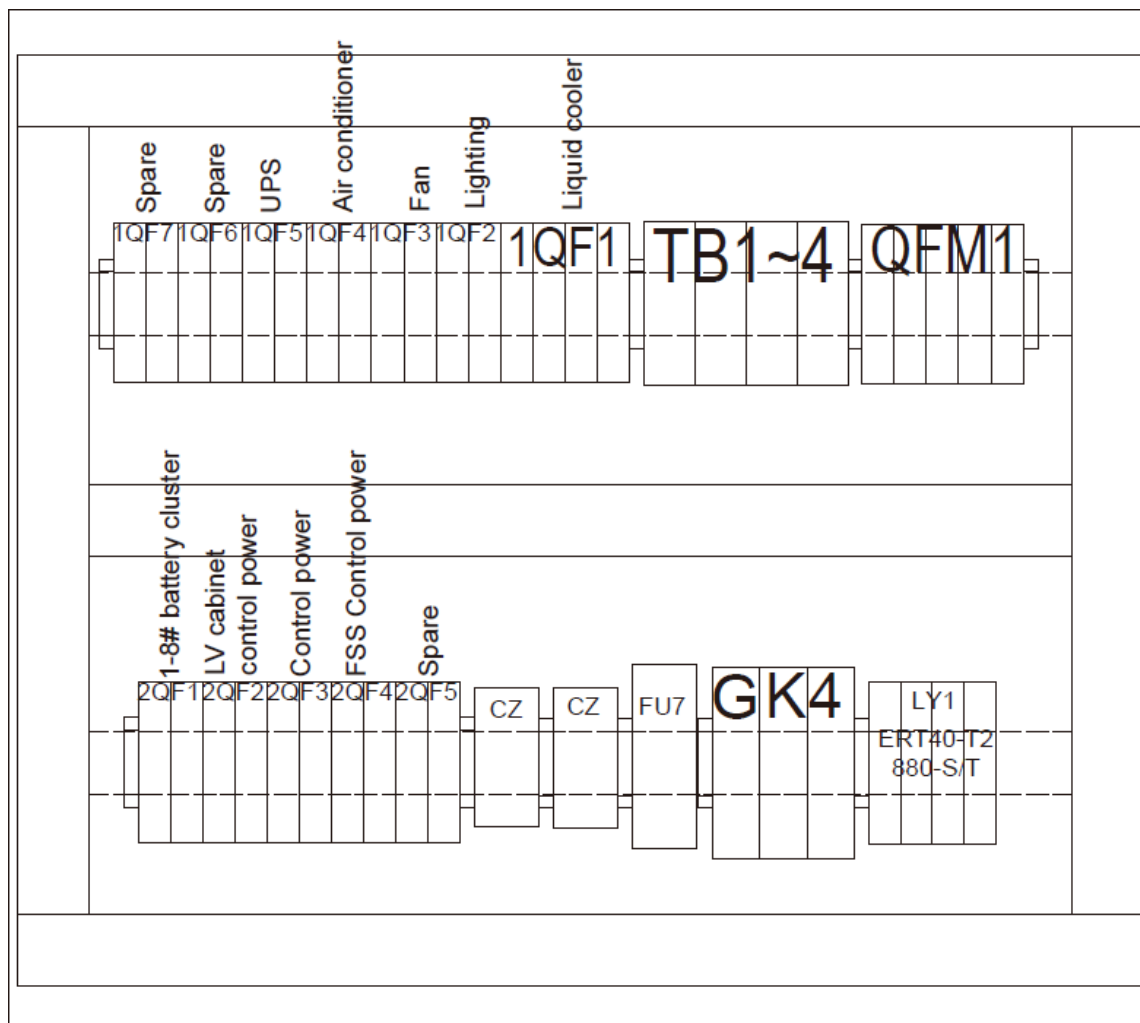

Figura 6-15 Disposição interna da unidade de distribuição de energia
2. Desconecte o QFM1 e os disjuntores miniatura 1QF1~1QF7 na unidade de distribuição de energia sucessivamente, conforme mostrado na Figura 6-15;
3. Desconecte os disjuntores miniatura 2QF1~2QF5 abaixo do UPS na unidade de distribuição de energia sucessivamente, conforme mostrado na Figura 6-15;